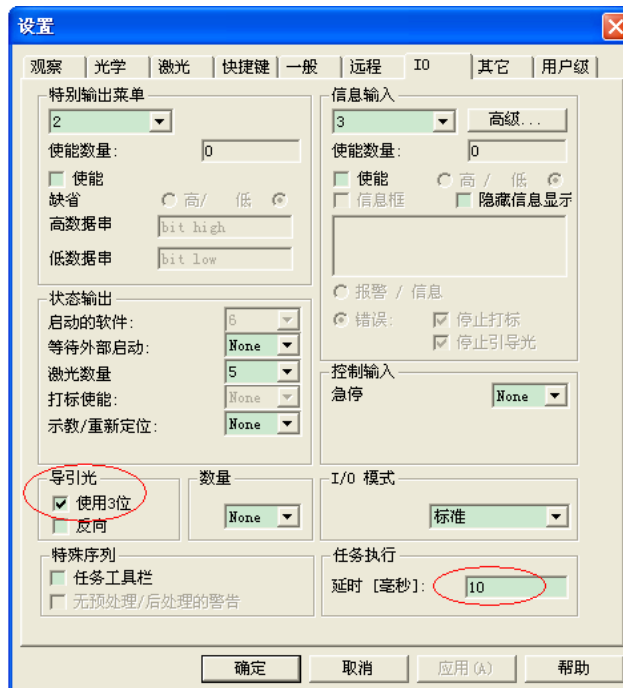

图 21
① 在“导引光”勾选框勾选“使用 3 位”，在“任务执行”输入延时**务必要大于或等于“10”毫秒**，如图 21：